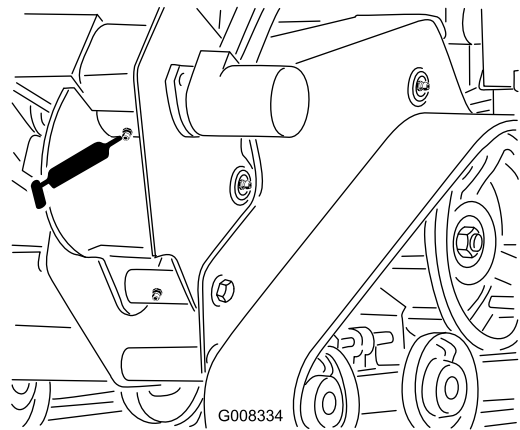

Bild 32
2. Reinigen Sie die Schmiernippel des Grabenziehergehäuses mit einem Lappen und setzen Sie eine Fettpresse auf (Bild 32).